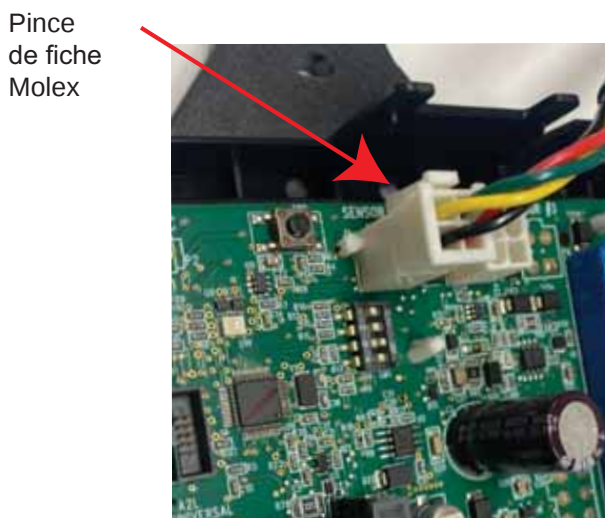

Figure 4. Connexion du capteur SDR à la carte de commande non communicante pour soufflante SDR
Assurez-vous que le câble est correctement connecté à la fiche du capteur numéro un (1). La pince de prise Molex doit se verrouiller dans le point de connexion Molex pour une connexion sécurisée, comme illustré ci-dessous à la Figure 4. Vérifiez que la connexion est exempte de poussière, de débris et d'humidité.